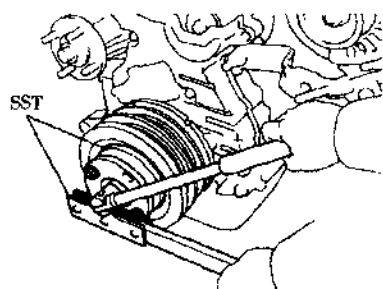
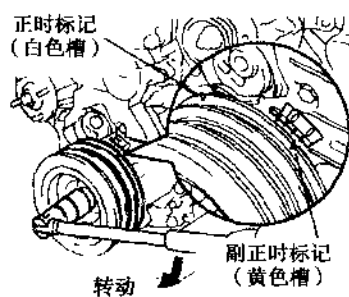

图 1-1-2 拧松凸轮轴皮带轮螺栓
图 1-1-3 使正时标记对准
(1) 拆下 1 号发动机下罩, 并排出发动机冷却液。
(2) 按下列顺序依次拆下各部件: 空气滤清器进气口、空气滤清器总成、2 号汽缸罩、点火线圈、火花塞、散热器总成、空调压缩机和交流发电机驱动皮带、动力转向叶片泵驱动皮带、风扇垫圈和皮带轮、空调压缩机(连同软管)、空调压缩机托架、2 号正时皮带罩。
(3) 用维修专用工具(SST)拧松凸轮轴皮带轮螺栓(见图 1-1-2)。
(4) 将 1 号汽缸设定在上止点前约 60° /压缩位置。
①转动曲轴皮带轮, 使副正时标记与 1 号正时皮带罩的正时标记“0”对准(见图 1-1-3)。注意: 必须顺时针转动曲轴。脱下正时皮带, 如果曲轴皮带轮位于错误位置, 则会使活塞顶部与气门头互相接触, 这时若拆下凸轮轴正时皮带, 将会造成损坏, 所以一定要将曲轴皮带轮设定在正确位置上。